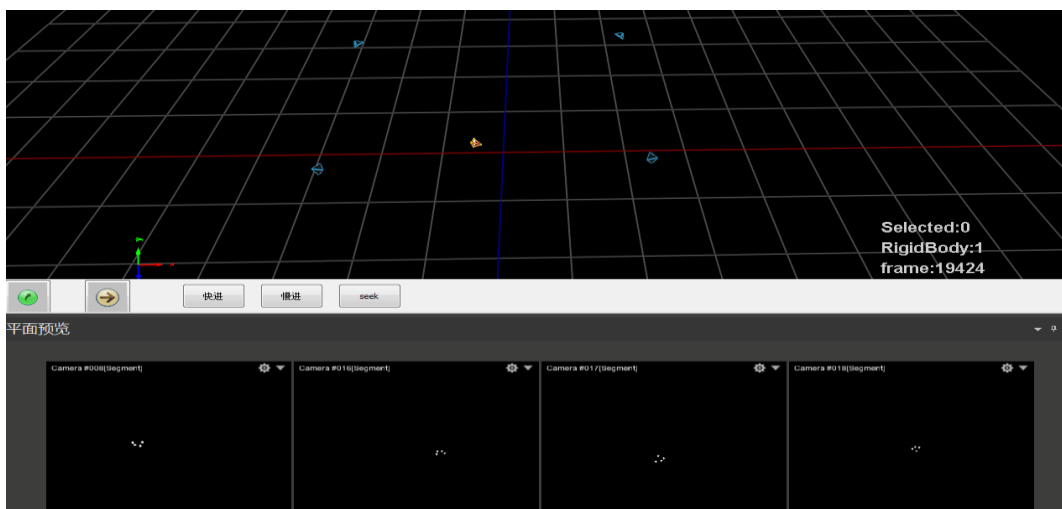

图 1.1.29 运动状态回放界面
(4) 点击  图标，会回放该刚体之前的运动状态。如下图 1.1.29 所示。